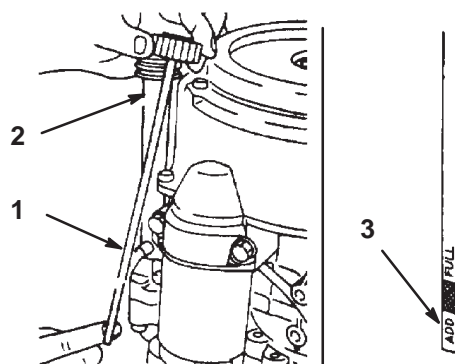

Figure 33
2. Nettoyez la surface autour de la jauge d'huile (Fig. 33) pour éviter que des impuretés ne s'introduisent dans le goulot de remplissage, ce qui risquerait d'endommager le moteur.
3. Dévissez la jauge d'huile et essuyez soigneusement l'extrémité (Fig. 33).
4. Remettez la jauge complètement dans le tube de remplissage sans la visser (Fig. 33). Sortez de nouveau la jauge et examinez l'extrémité. Si le niveau est bas, versez lentement juste assez d'huile dans le goulot de remplissage pour amener le niveau au repère du plein (FULL).
6. Versez lentement environ 80 % de la quantité d'huile spécifiée dans le goulot de remplissage (Fig. 33) (voir Changement de l'huile moteur et du filtre, page 32).